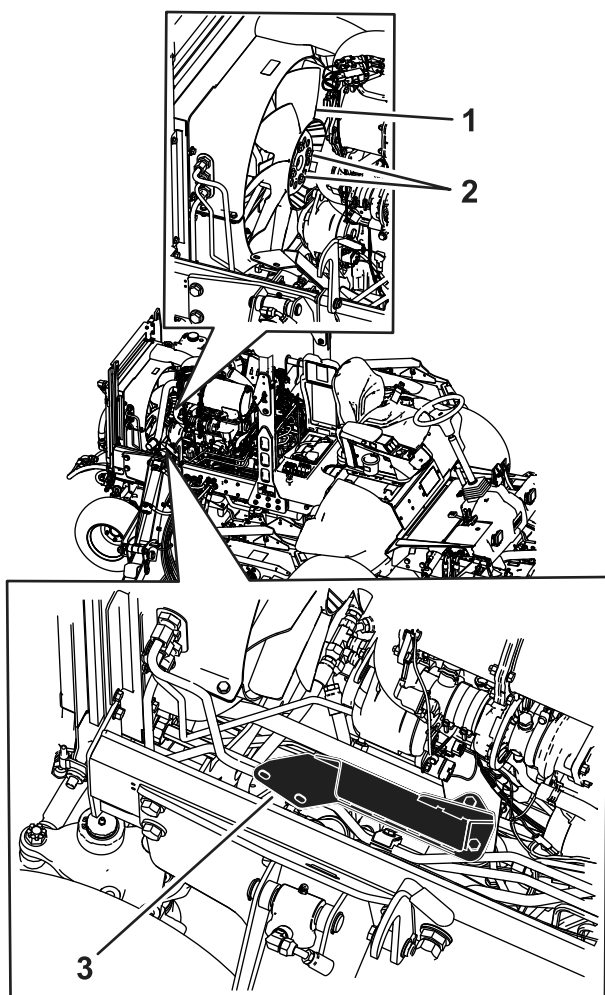

Figura 38
- Retire el tubo de escape, el soporte del silenciador y el ventilador del motor (Figura 38).
7. Instale el ventilador del motor, el soporte del silenciador y el tubo de escape (Figura 38).